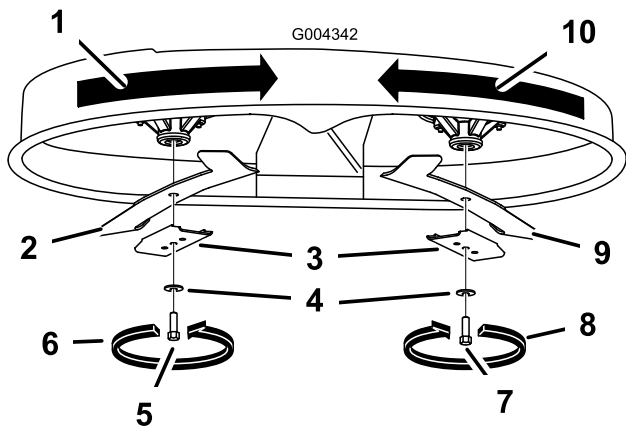

Bild 48
Halten Sie das Ende des Messers mit einem stark wattierten Handschuh oder wickeln Sie einen Lappen um es herum. Entfernen Sie die Messerschraube, Wellenscheibe, Messerverstärkung und das Messer von der Spindelwelle (Bild 48).
- Setzen Sie das Messer auf die Spindelwelle (Bild 48).
- Montieren Sie die Messerverstärkung, die Wellenscheibe (Schalenseite zum Messer) und die Messerschraube (Bild 48).